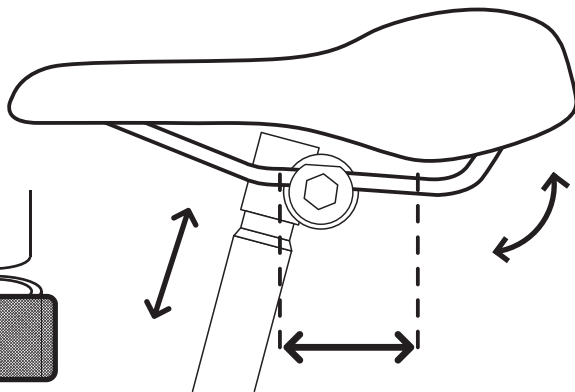

Рис. 8
- 4) Отрегулируйте положение седла и зафиксируйте его с помощью гаек зажима (рис. 8).